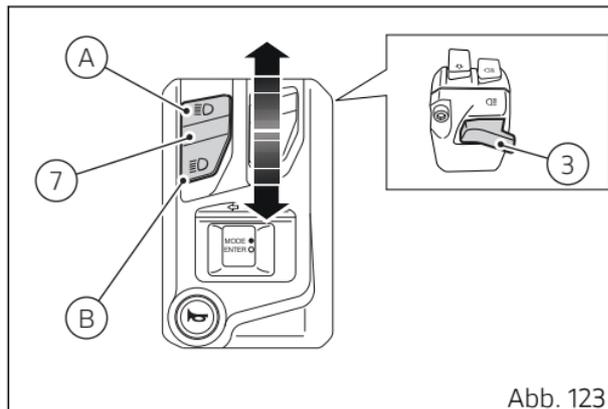

Abb. 123
Wird das Abblendlicht aktiviert, kann auch das Abblendlicht über die Taste (7, Abb. 123) in Position
(A) eingeschaltet oder es kann die Lichthupe über die Taste (3, Abb. 123) betätigt werden.
Wird der Motor nach dem Einschalten der Zündung nicht angelassen, können die Abblend-/Fernlichter dennoch durch Drücken der sich an der linken Umschaltereinheit befindlichen Taste (7, Abb. 123) in den Positionen (B) und (A) oder die Lichthupe über die Taste (3, Abb. 123) aktiviert werden.
Auf das Drücken der Taste (7, Abb. 123) werden das Abblend- und das Fernlicht eingeschaltet und die DRL-Beleuchtung erlischt. Nach dem Loslassen der Lichtertaste (7, Abb. 123) schaltet sich die DRL-Beleuchtung automatisch ein.